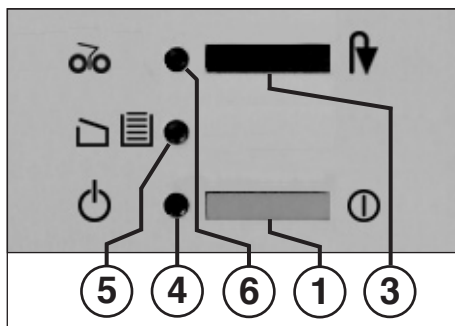

Abb. 1
1 = Druckschalter (Abb. 1)
3 = Druckschalter „Rückwärtslauf“ (Abb. 1)
„Betriebsbereit“ (Abb. 1)
„Behälter voll“ / „Tür offen“ (Abb. 1)
6 = Kontroll-Anzeige „Papierstau“ (Abb. 1)
- Maschine am Druckschalter (1) (Abb. 1) einschalten. Die Kontroll-Anzeige (4) (Abb. 1) leuchtet auf.
Ist der Auffangbeutel gefüllt, schaltet die Maschine ab. Die Kontroll-Anzeige „Auffangbeutel voll“ (5) (Abb. 1) leuchtet auf. Entleeren Sie wie folgt den Auffangbeutel:
- Schieberahmen mit Auffangbeutel einschieben und Tür schließen. Die Kontroll-Anzeige (5) (Abb. 1) erlischt.